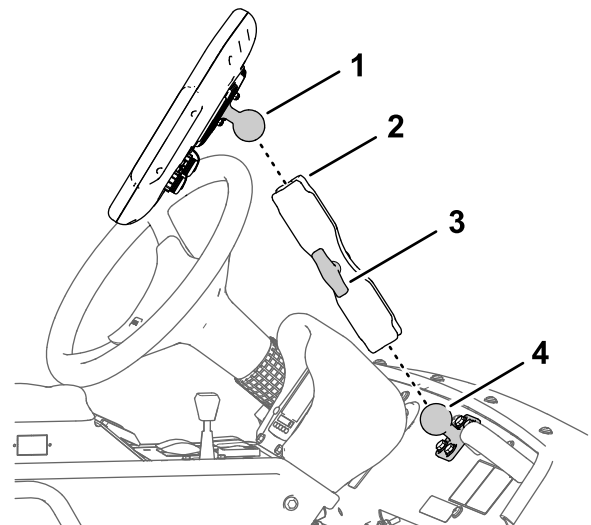

Bild 131
3. Lösen Sie das Handrad des Monitorarms, bis Sie den Kugeldrehzapfen für das Anschlussstück an der Rückseite des Sprühmonitors und den Kugeldrehzapfen für die Befestigung am Armaturenbrett in die Fassung des Monitorarms schieben können (Bild 131).
4. Stellen Sie vom Fahrersitz (linker Sitz) die Position des Sprühmonitors so ein, dass Sie den Anzeigebildschirm gut sehen können (Bild 131).
5. Ziehen Sie das Handrad für den Monitorarm mit der Hand an (Bild 131).